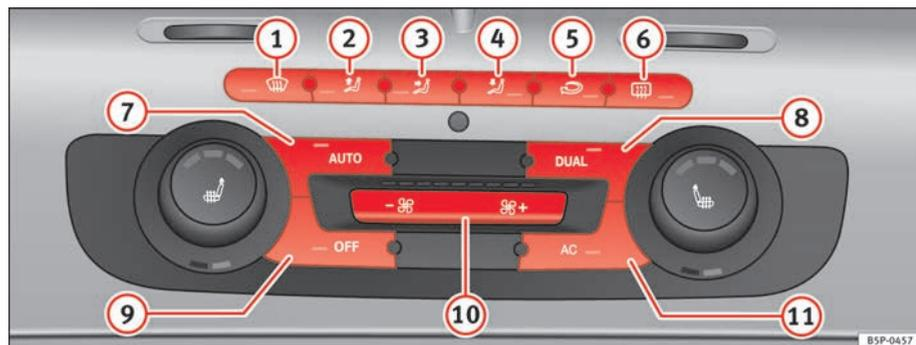

Fig. 134 Sur le tableau de bord : éléments de commande du Climatronic 2 zones.
- Appuyez sur l'une des touches ⇒ fig. 134 ① à ⑤ ou sur les touches de la soufflante ⑩ pour activer le mode manuel. La fonction sélectionnée apparaîtra sur l'écran de l'autoradio ou du navigateur.
- Appuyez sur la touche  ⇒ page 172, fig. 134  pour activer ou désactiver le mode recyclage de l'air ambiant. Il est activé si vous voyez sur l'affichage le symbole .